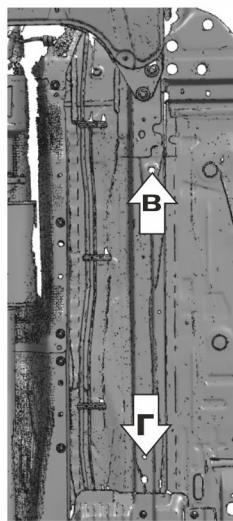

Рис.3
4. Над отверстием (Б) установить закладную М8 с усиком, над отверстием (Г) установить закладную М8 с проволокой (рис.3).
5. Вкрутить на 2 -3 оборота болты М8Х40 с шайбами 8 через втулки 17 мм в закладную М8 с усиками (В), в закладную М8 с проволокой (Г) (рис.3).